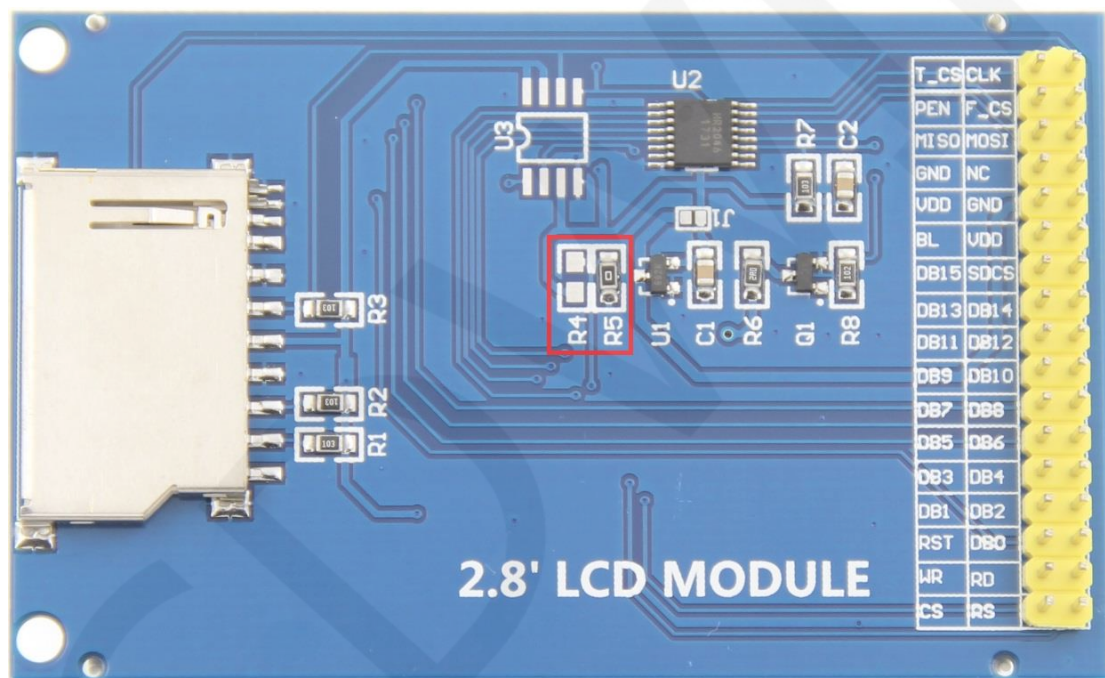

图1. 模块引脚丝印图
1. 该模块硬件支持8位和16位并口数据总线模式切换（如上面图1中红框所示），具体说明如下：